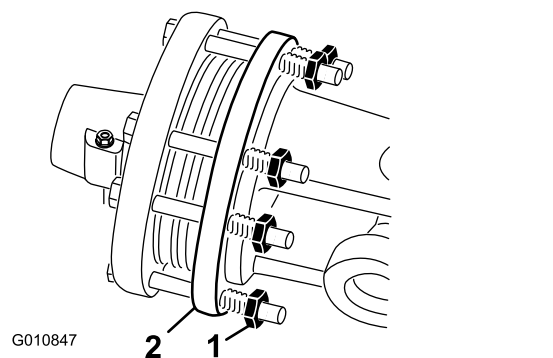

Figura 49
1. Alla fine della stagione di arieggiatura, allentate ogni dado della frizione di 2 giri (Figura 49).